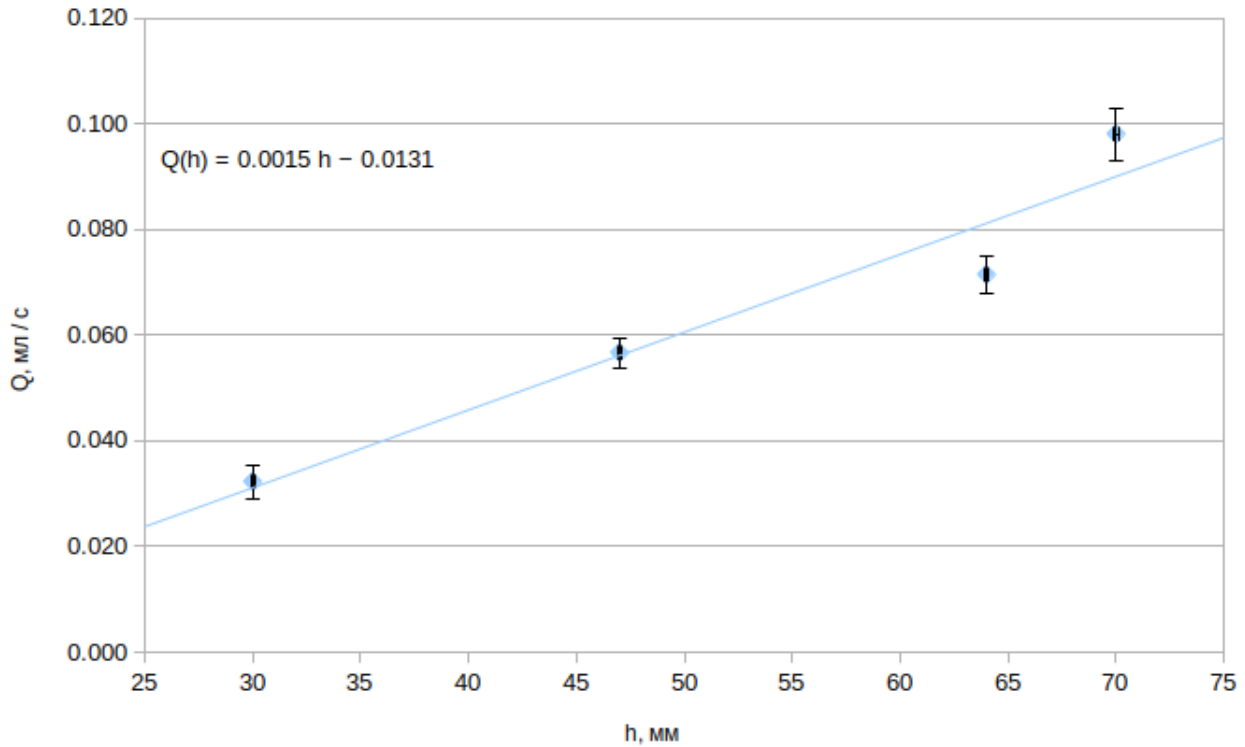

Рис. 3: График зависимости расхода от высоты столба воды в сосуде
7. Представим полученные результаты на графике $Q(h)$ (см. рис. 3).